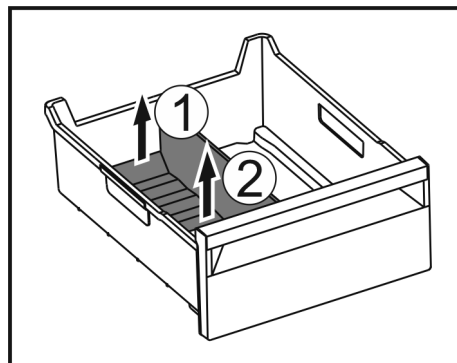

Fig. 175
- Zdvihnite zadnú časť oddelovača zásuvky na ľad. Fig. 175 (1)
- Odoberte oddelovač zásuvky na ľad nahor. Fig. 175 (2)